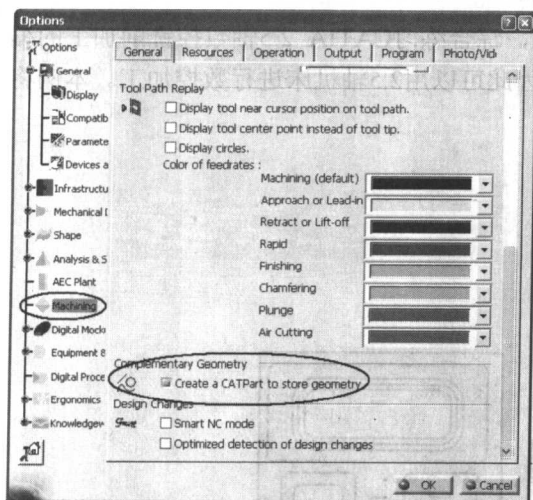

图 1-2
(1) 选择 Tools → Options 命令, 弹出 Options 对话框, 选择 Machining, 选中  Create a CATPart to store geometry 复选框, 如图1-2所示。然后可以在进入数控加工模块后, 同时生成一个用于存放辅助零件的文件夹, 可以存放加工毛坯、辅助曲线/曲面等几何元素。在本书的叙述中, 默认选中该复选框。